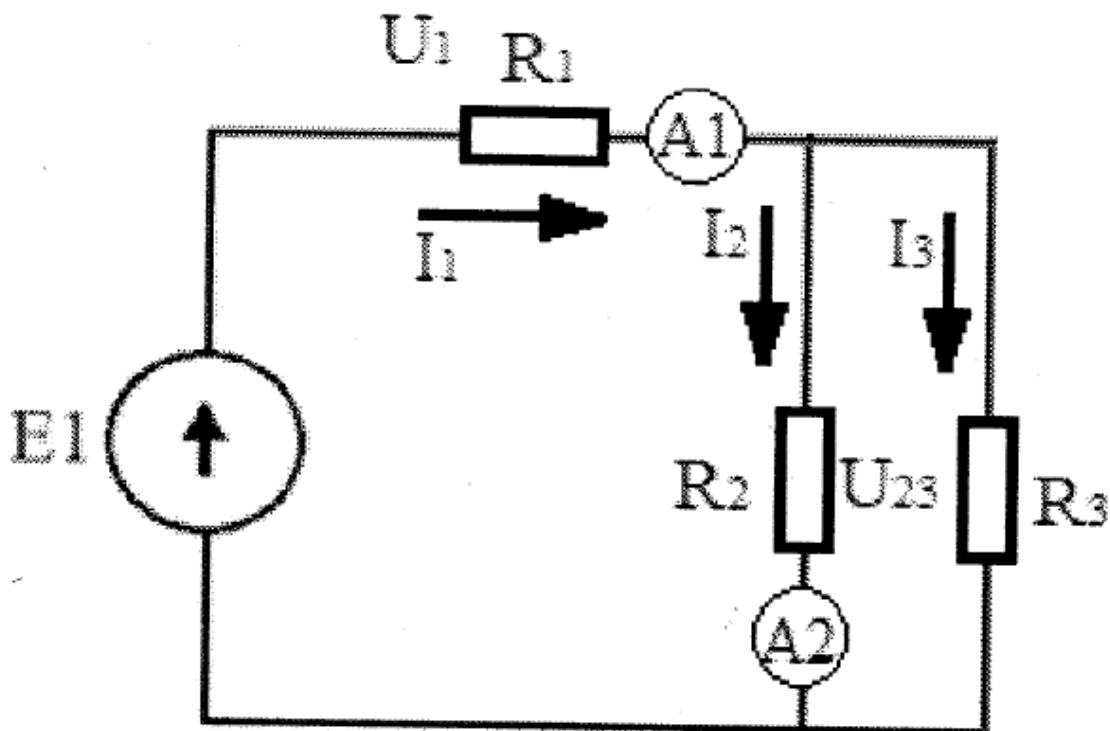

Рис. 6. Экспериментальная схема исследования
В работе исследуется схема цепи, представленная на рис. 6. В состав такой цепи входит источник постоянного напряжения с ЭДС E_1 (внутренним сопротивлением источника пренебречь); амперметры А1 и А2 – один с модуля измерительного, другой с модуля цифровых индикаторов; линейные сопротивления R_1, R_2, R_3 .
2. Собрать схему на рис. 6, подключить стенд. Подключить стенд к сети. Включить источник питания, записать создаваемое им напряжение U_1 по показаниям табло над источником. Пренебрегая внутренним сопротивлением, принять $U_1 = E_1$.